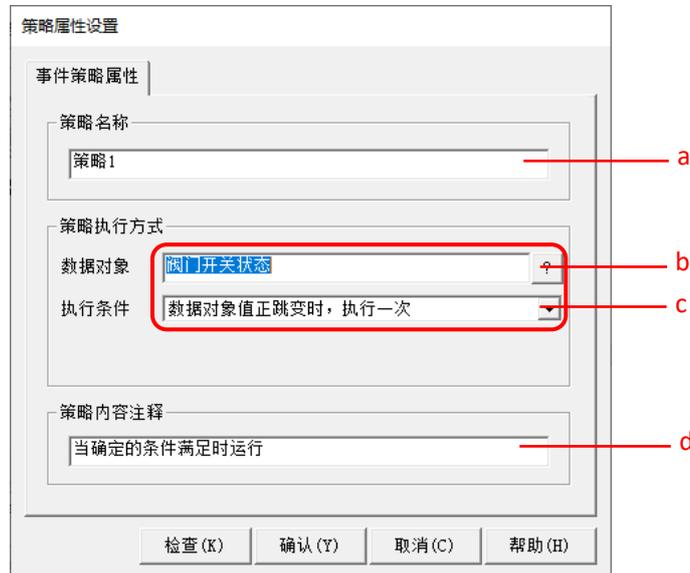

图 2.5-4 设置策略执行方式
- ⑤ 在策略组态界面双击 ，进入“属性设置”。如图 2.5-4 所示，通过【策略执行方式】→【数据对象】→【?】，关联需要监视的变量“阀门开关状态”；【执行条件】选择“正跳变时，执行一次”（变量值由 0 → 非 0）；设置完成点击“确认”。